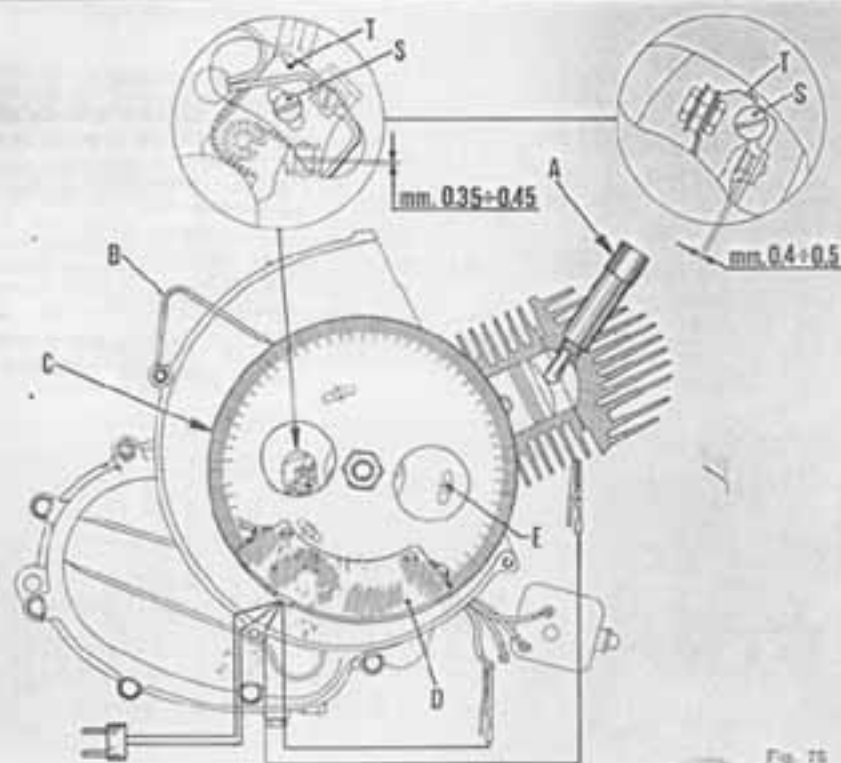

Fig. 75
Descrizione delle operazioni per la fasatura valide per i veicoli 50 R - 50 Special e 125 Primavera (fig. 75).
1) - Allentare le viti **E** (fig. 75) di fissaggio motore al carter.